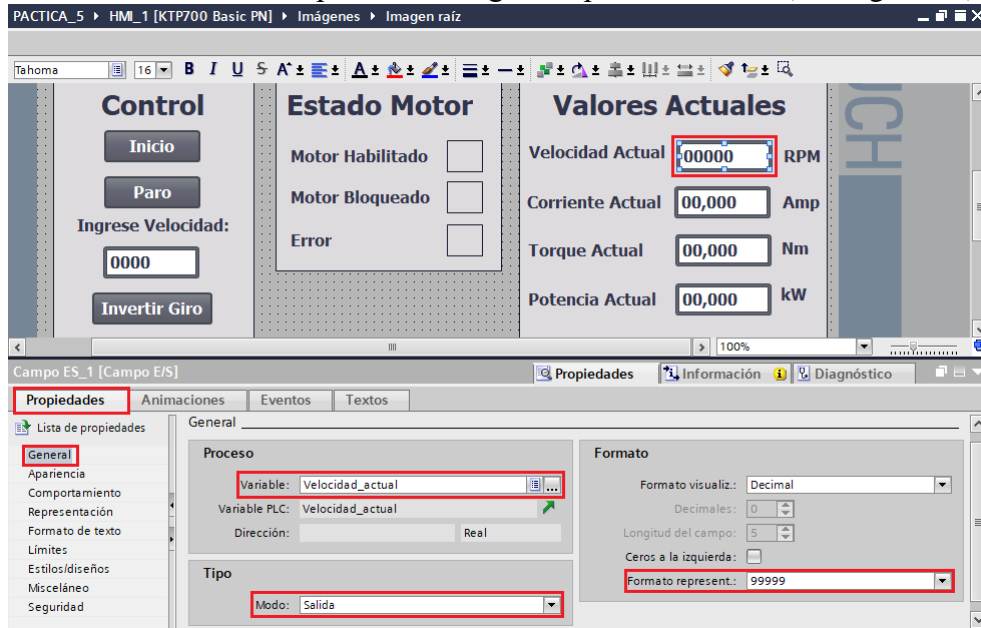

Figura 40. Configuración Velocidad actual.
(5) Configuración campo **Valores Actuales**.
- En “Formato” / “Formato represent” escoger la opción “99999” (ver Figura 40).